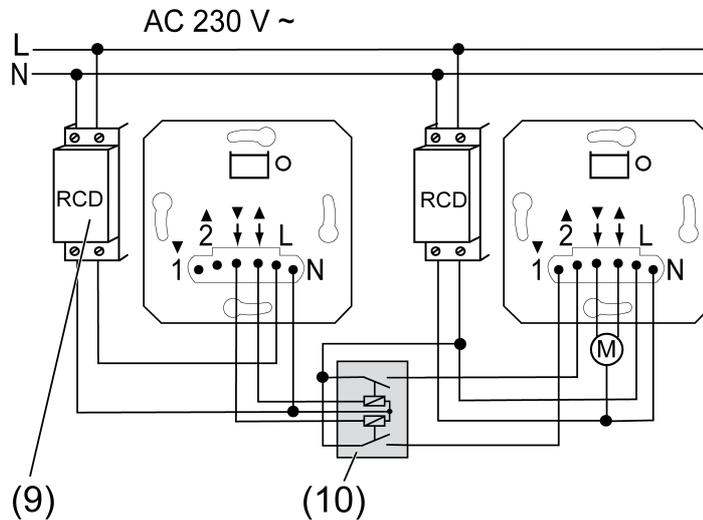

Figura 4: Esempio di collegamento di due circuiti RCD
- Collegare gli apparecchi in base all'esempio di collegamento (figura 4).